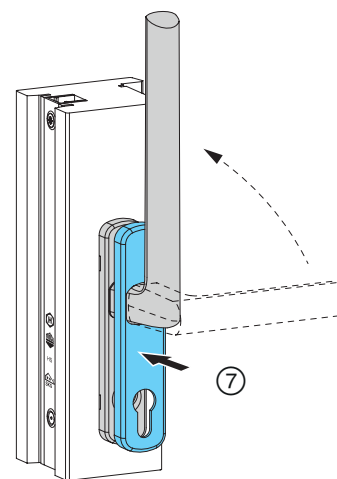

Abb. 30
- ⑦ Griff in Geschlossenstellung bringen und Abdeckkappe auf Griffrosette klipsen; **Abb. 30**.